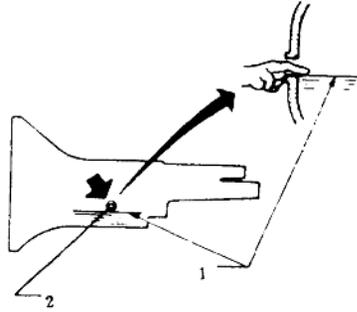

图 2-6
(2) 用手指伸进加油塞口，测量油平面，如图 2-6 所示。检查油平面时不能起动发动机。